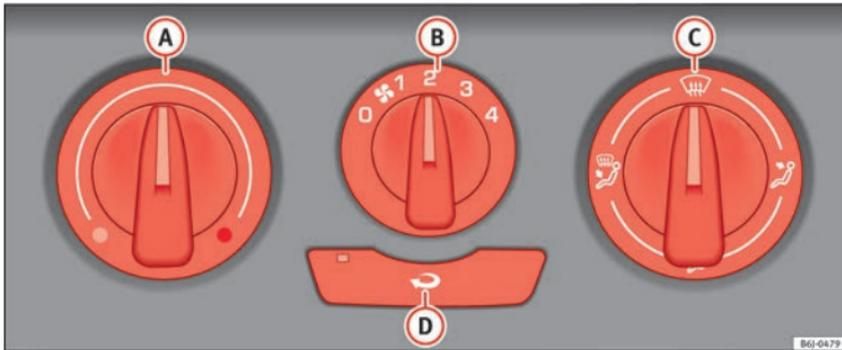

Fig. 126 Sur le tableau de bord : éléments de commande du chauffage
» fig. 126 (A) vers la gauche.
- Placez la commande de soufflante (B) sur l'une des vitesses 1-4.
- Orientez le flux d'air dans la direction souhaitée à l'aide du régulateur de répartition d'air (C).
» fig. 126 (A) vers la droite pour sélectionner la puissance de chauffage souhaitée.
» fig. 126 (A) vers la droite jusqu'à la puissance de chauffage maximum.
- Réglez la commande de soufflante (B) sur la vitesse 4.
- Fermez le diffuseur (3).
- Ouvrez et orientez le diffuseur (4) vers les fenêtres latérales.
» fig. 126 (A) vers la zone de chauffage.
- Placez la commande de soufflante (B) sur l'une des vitesses 2-3.
- Fermez les diffuseurs (3).
- Ouvrez et orientez les diffuseurs (4) vers les fenêtres latérales.